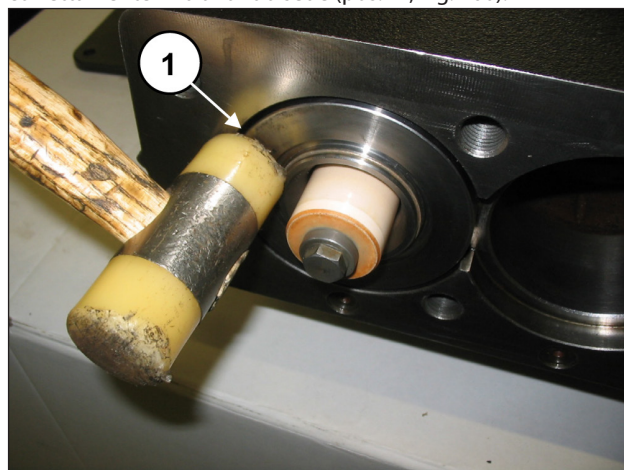

Fig. 160
Assicurarsi che il blocco camicia-supporto arrivi a posizionarsi correttamente fino a fondo sede (pos. ①, Fig. 160).